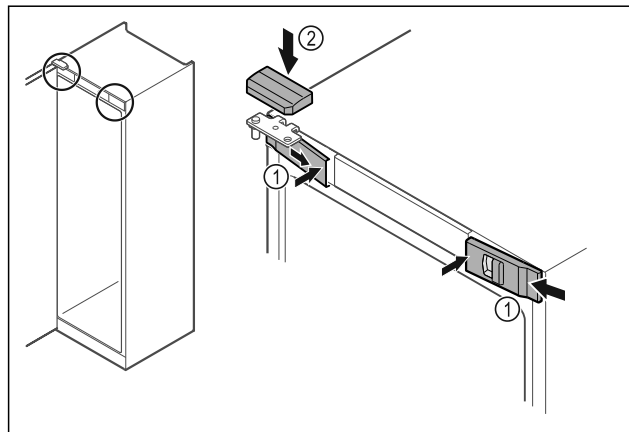

Fig. 44
- Akassza be oldalt az előlő burkolatokat Fig. 44 (1), és belül pattintsa be.
- Felülről pattintsa be a felső burkolatot Fig. 44 (2).